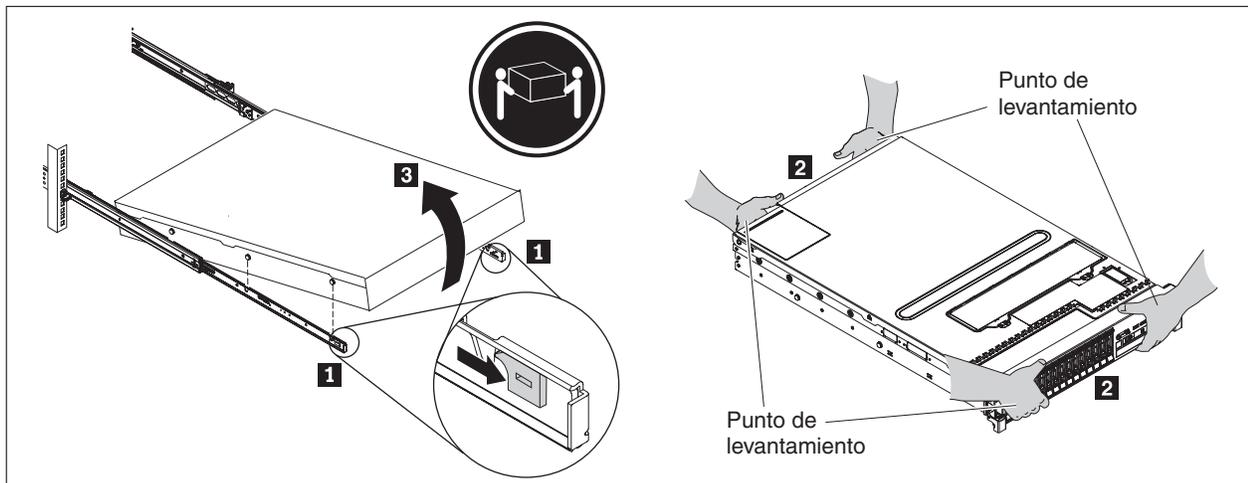

Figura 20. Liberando y rotando la parte frontal del dispositivo
Nota: Asegúrese de que dos personas levanten el dispositivo, con las dos manos colocadas como ilustra **2** en la Figura 20.
1. Libere y rote la parte delantera del dispositivo, como se muestra en la Figura 20.